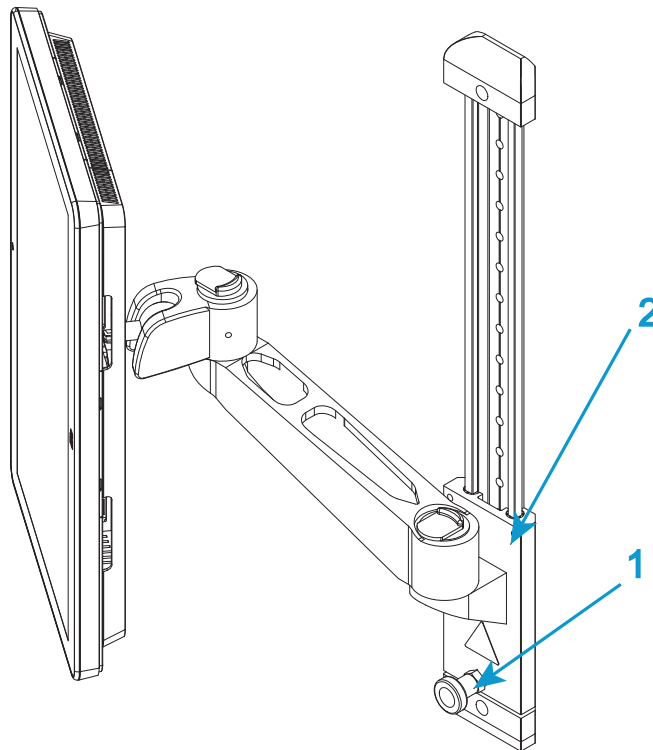

Figure 11. Réglage de la hauteur
1. Vous pouvez régler la hauteur du Tableau de bord de l'opérateur Bluehill® à la convenance de chaque opérateur. Desserrez le verrou (1 dans la Figure 11 à la page 49) et faites glisser le bras de montage (2 dans la Figure 11 à la page 49) à la hauteur souhaitée. Resserez le verrou.